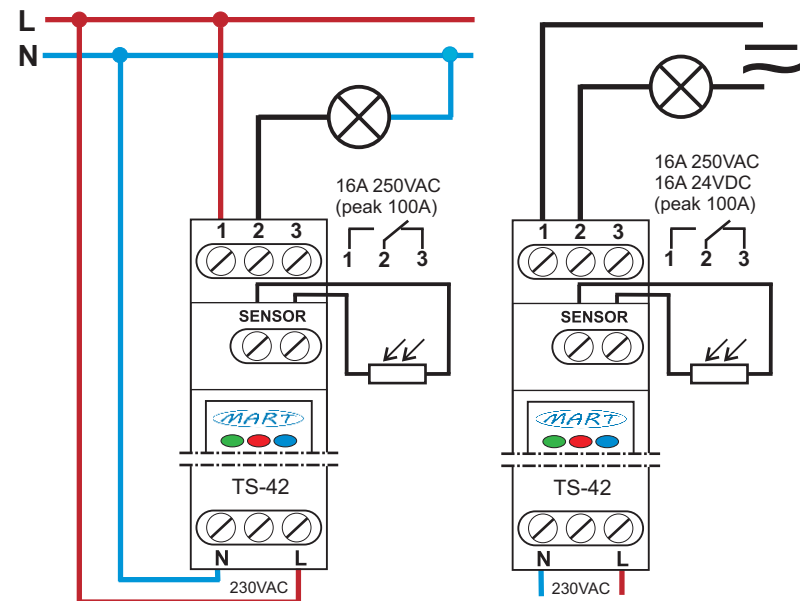

Bild 2: Anschlusschema des DÄMMERUNGSSCHALTERS TS-42-4
3. Schließen Sie die Verkabelung gemäß Schema an (Bild. 2)
- Stellen Sie mit den Drehreglern die gewünschten Werte für die Schaltschwelle EIN (ON) und AUS(OFF) ein. Überprüfen Sie den Betrieb des DÄMMERUNGSSCHALTERS TS-42-4 und korrigieren Sie gegebenenfalls die Einstellung unter realen Bedingungen (abends und morgens). Eine rote LED mit konstantem Signal zeigt an, dass die auf den Sensor fallende Beleuchtungsstärke im Bereich zwischen den eingestellten Positionen der Regler liegt. Damit der DÄMMERUNGSSCHALTER ordnungsgemäß funktioniert, muss die Intensität des gemessenen Lichts niedriger sein als die niedrigste Einstellung. Dann erlischt die rote LED.